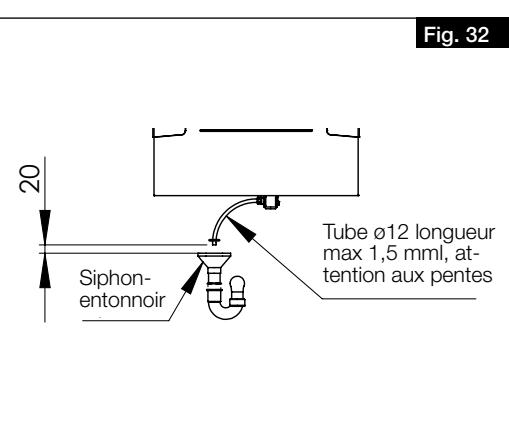

Fig. 32
> Le tube des condensats doit s'arrêter 20 mm au-dessus de l'évacuation ouverte, c'est-à-dire avant le possible niveau d'eau (voir Fig. 32).
> Le tube des condensats sortant du siphon à boule doit respecter une pente (vers un point bas et non pas vers un point haut) avant de déverser l'eau dans un siphon ouvert de type entonnoir. Il ne doit pas être relié via un système fermé (voir Fig. 32).
- > Le tube des condensats doit s'arrêter 20 mm au-dessus de l'évacuation ouverte, c'est-à-dire avant le possible niveau d'eau (voir Fig. 32).